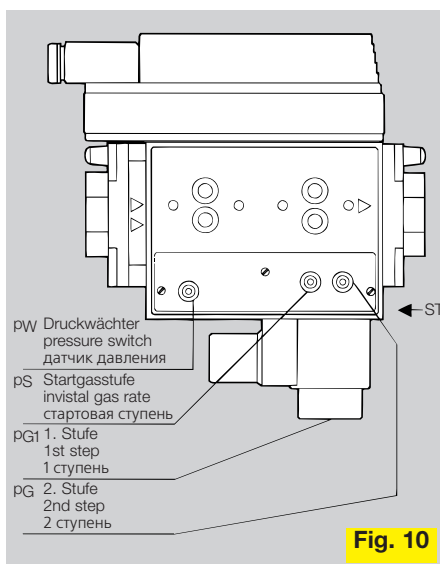

Fig. 10
der Druckregler durch Lösen einer Verschlußschraube (ST) in Startgasstellung gehalten werden (Fig. 10). Nach Einstellung Verschlußschraube wieder festziehen. Nach ca. 3 - 12 s Haltezeit gedämpfter Druckanstieg von p_S auf p_{G1} 1. Stufe (Fig.11). Mit dem Anlegen der Spannung an die Magnetspule Antrieb „Z“ steigt der Ausgangsdruck p_G bis auf den eingestellten Wert der 2. Stufe (Fig.11).
coil(s), valves 1 and 2 open. For the adjustment of the start gas pressure, the governor can be kept in the start gas position by loosening the screw plug (ST) (Fig. 10). Following the precision adjustment retighten screw plug. After approx. 3 - 12 s damped pressure increase from p_S to p_{G1} 1st step (Fig.11). When applying voltage to the solenoid coil actuator "Z" the outlet pressure p_G increases up to the set value of step 2 (Fig.11).
2 клапаны. Для настройки начального давления регулятор давления может поддерживаться в стартовом положении при ослаблении резьбовой заглушки (ST) (Fig. 10). После точное регулировки снова завернуть заглушку. Через примерно 3 - 10 с выдержки происходит плавное повышение давления с p_S до p_G (Fig.11). При подаче напряжения на электромагнитную катушку привода "Z" выходное давление p_G повышается до установленного значения 2 ступени (Fig.11). При размыкании цепи, например, термостатом, выходное давление p_G снова понижается до значения 1 ступени.
Achtung! Zur Einstellung der 1. Stufe mittels Imbusschlüssel SW, 2,5 muß 25 mm Freiraum zur Verfügung stehen (Fig. 10). Die Drücke p_S und p_G 2. Stufe werden auf
Attention! The adjustment of the 1st step via Allen key SW, 2.5 requires 25 mm free space (Fig. 10).
Внимание! для установки 1 ступени ключом SW 2,5 требуется 25 мм свободного пространства (Fig. 10). Значение давления p_S и p_G указывается